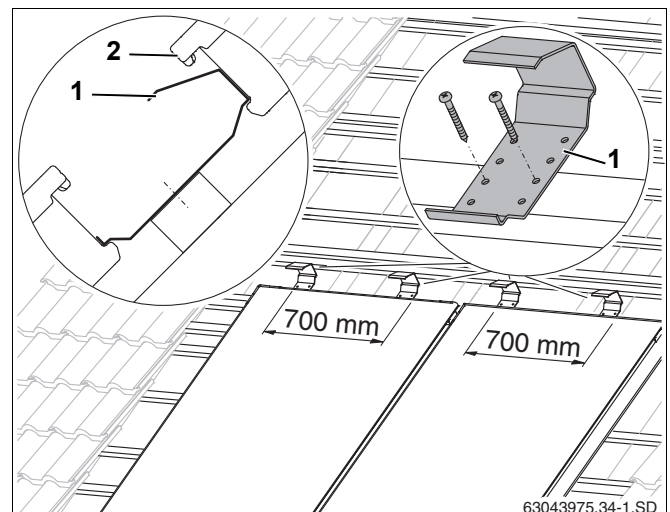

Рис. 31 Крепления от сползания для второго ряда коллекторов
- ▶ Установите два крепления от сползания (рис. 31, **поз. 1**) на коллектор в середине (с расстоянием 700 мм между ними) над нижним коллектором на четвертой дополнительной рейке нижнего ряда и закрепите двумя саморезами 4x40.
- ▶ Коллектор верхнего ряда устанавливается (рис. 31, **поз. 2**) в крепления от сползания, затем его нужно выровнять по нижнему ряду.